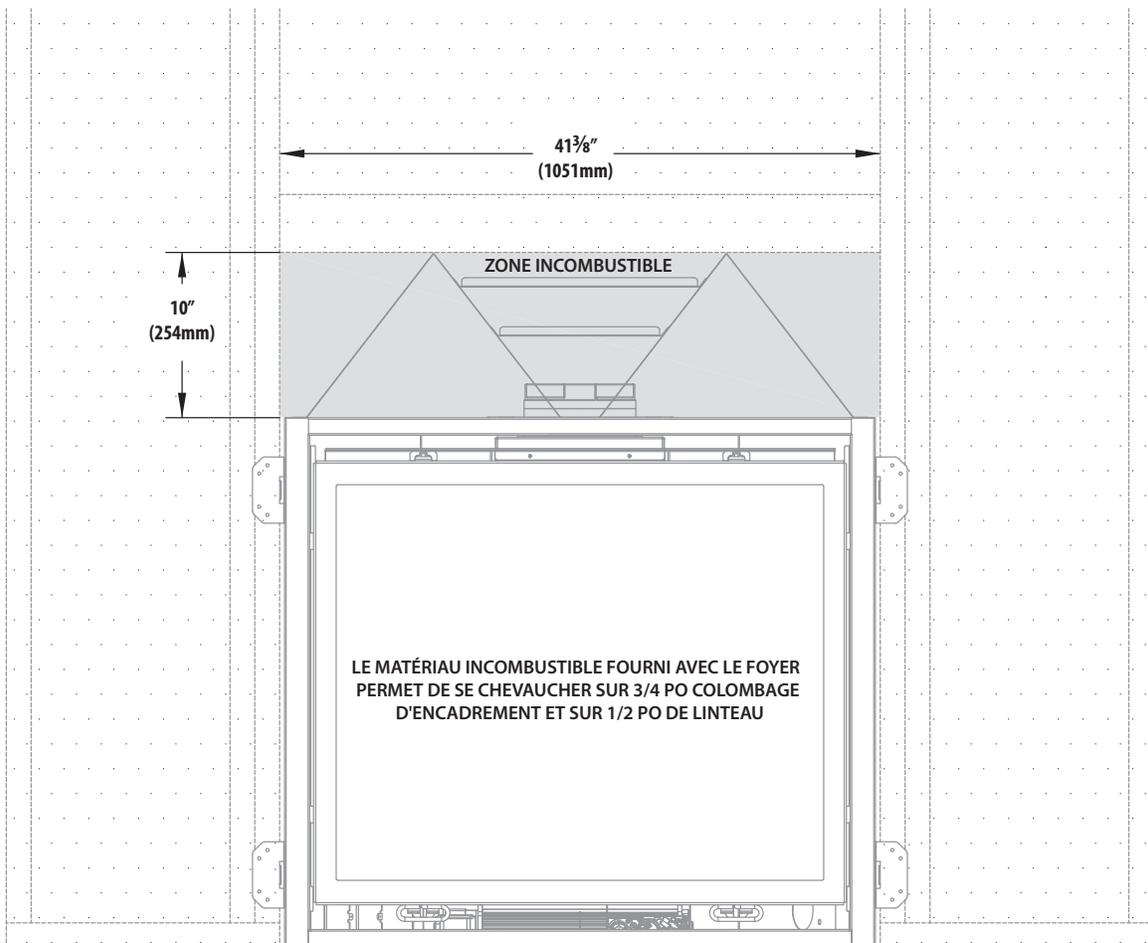

Figure 4.4, Zone Incombustible
- Le matériau incombustible fourni avec le foyer permet de se chevaucher sur 3/4 po colombage d'encadrement et sur 1/2 po de linteau. Voir la Figure 4.4.